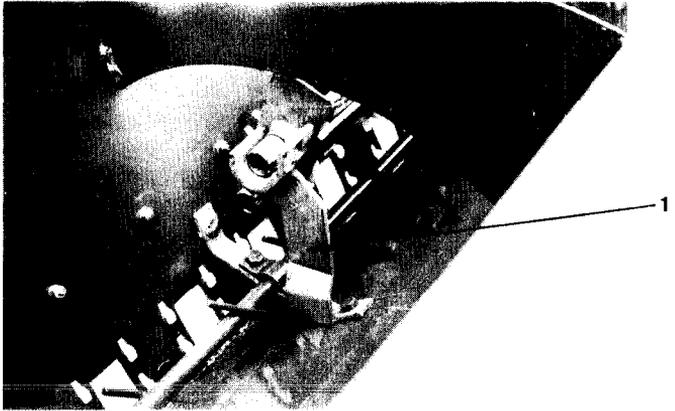
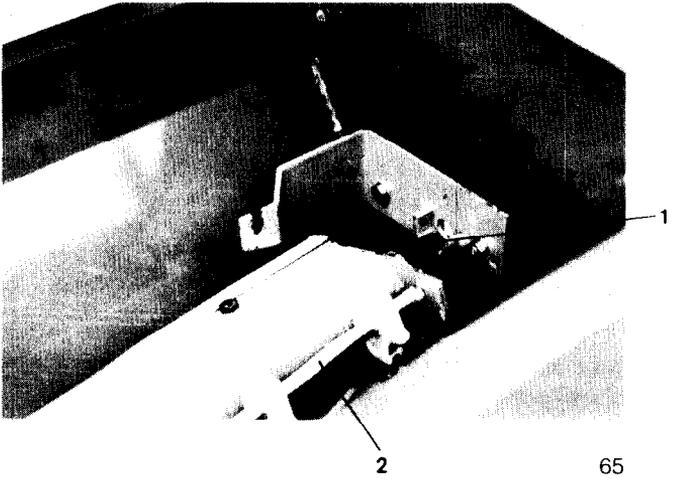

Fig 56
Fig. 57
3. Mittleres Rührwellenlager demontieren und das Rührwellenlager mit Beizgeräthalterung (Fig. 56 / 1) montieren.
4. In die linke Seitenplatte (in Fahrtrichtung) und das Mittellager, den linken Beizmittelbehälter mit dem herausstichenden freien Wellenende gemäß (Fig. 57/1 und Fig. 56) einlegen.
11. Überprüfen, welche Sägehäuse der Drillmaschine nicht benutzt werden, Ringschrauben (Fig. 54 / 4) lösen und das Beizgerät so drehen, daß die Säräder und Sägehäuse nach oben zeigen, anschließend mit einer Kneifzange die Dosierräder vor den nicht benötigten Sägehäusen weiterdrehen, so daß der Mitnehmer des Särädchens, der in der Nut der Dosierwelle (Fig. 57 / 2) hineingreift, absichert. Hierdurch wird erreicht, daß beim Einsatz des Beizgerätes vor den nicht benutzten Sägehäusen kein Beizmittel zugesetzt wird.